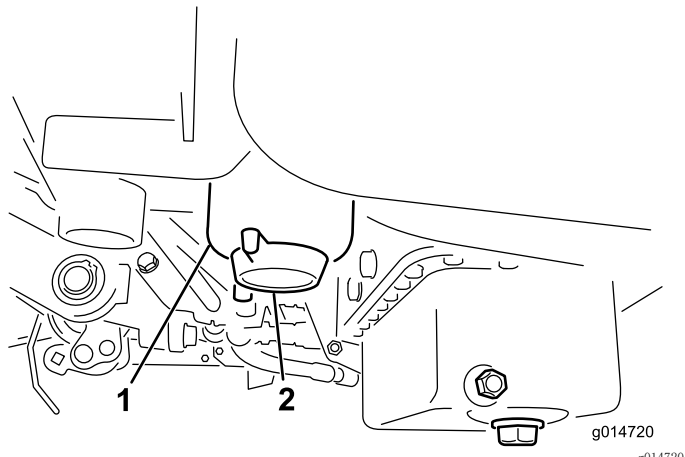

图34
3. 打开燃油滤清器上的排油塞、大约旋转一周、排干积水（图34）。排干之后拧紧排油塞。